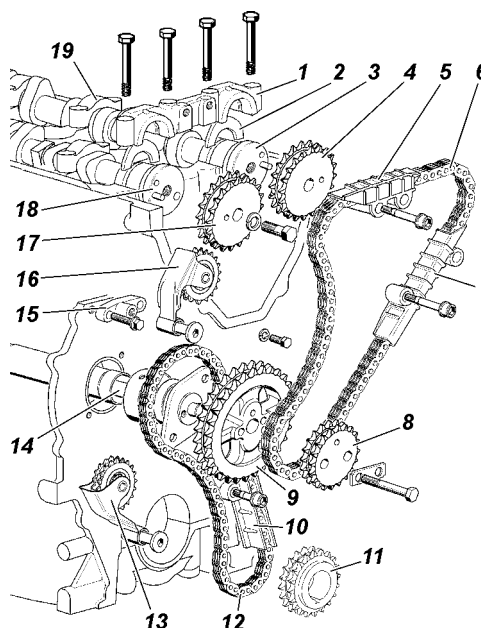

Рис. 4.118. Привод распределительных валов:
- отверните болт крепления звездочки 17 (см. рис. 4.118) распределительного вала впускных клапанов, удерживая ключом распределительный вал от проворачивания, и снимите звездочку;
- расконтрите болты крепления звездочек 8 и 9 (см. рис. 4.118) промежуточного вала, снимите звездочки, цепи и, при необходимости, рычаги натяжных устройств со звездочками;